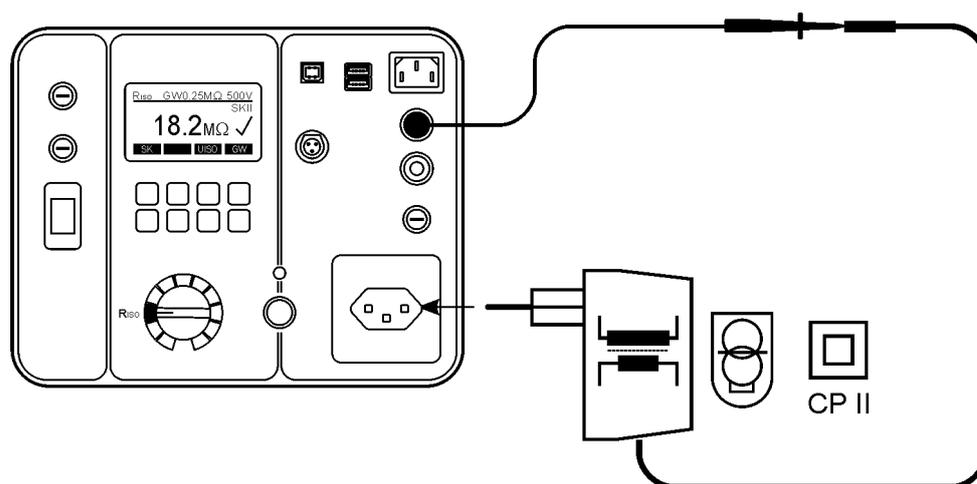

Figure 14: Connexion pour le test de la résistance d'isolement pour l'alimentation électrique, utilisez la SONDE 2
- Branchez l'appareil selon la figure 14.